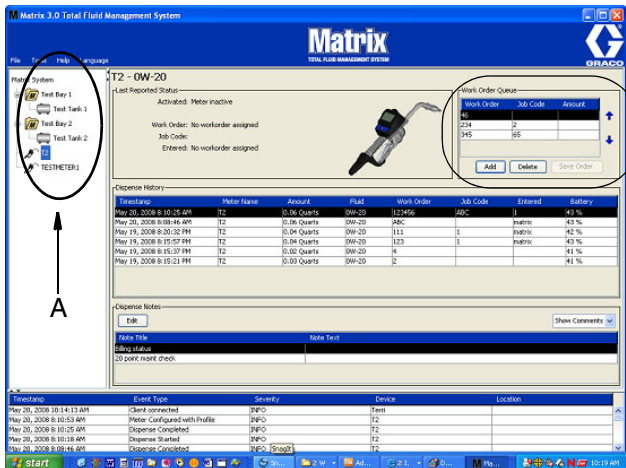

FIG. 111
Nell'area dei gruppi definiti dall'amministratore di sistema della schermata principale Matrix (A), selezionare il dosatore cui si sta inviando l'ordine di lavoro (FIG. 111).